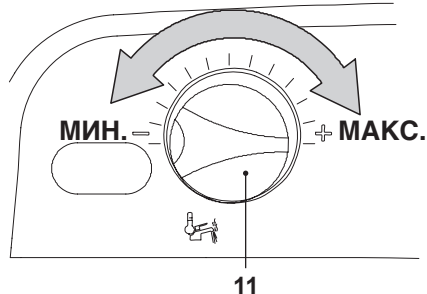

Рисунок 9.21
- Тепловую мощность отопления можно регулировать при помощи регулятора температуры воды в системе горячего водоснабжения 11, см.Рисунок 9.21.